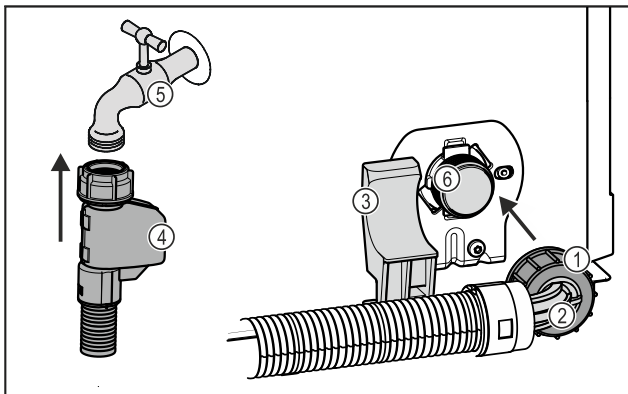

Fig. 19
- ▶ Gerades Schlauchende Fig. 19 (4) am Wasserhahn Fig. 19 (5) anschließen.